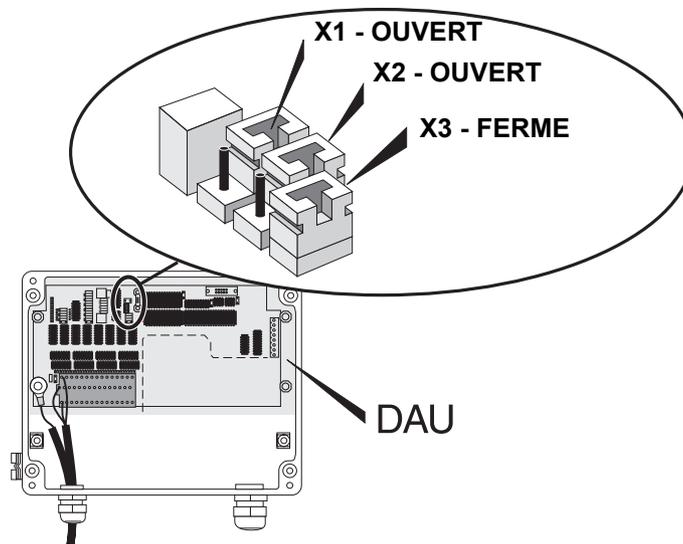

Figure 4-27. Configuration des cavaliers pour la plage de température -50 à 125°C
- 2 Réglez les **cahaliers X1, X2 et X3** sur la carte des circuits DAU sur les positions correctes pour la plage de mesure souhaitée. Les cavaliers sont réglés selon le Tableau 4-4. Voir aussi la Figure 4-27. Le réglage par défaut est de -50°C à 125°C pour le capteur Pt 100.